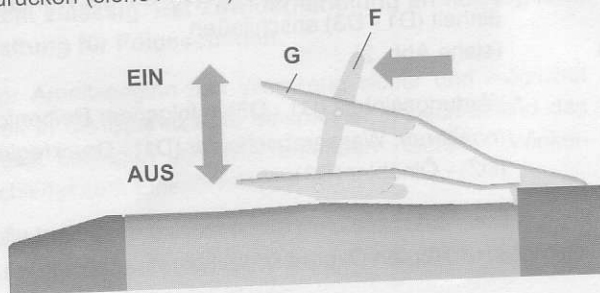

Abb. 4: Hebelventil entsichern
Das Hebelventil (F) entsichern und Ventilhebel (G) drücken (siehe Abb. 4).